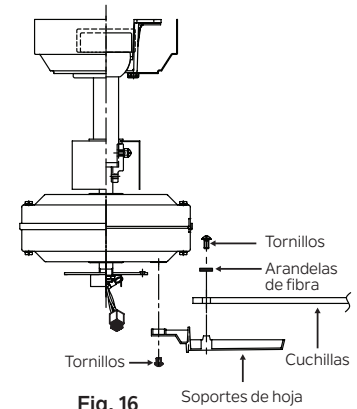

Fig. 16
**Paso 1.** Fije una cuchilla a un soporte de cuchilla utilizando los tornillos y las arandelas de fibra proporcionadas. (Fig. 16)
**Paso 2.** Fije cada conjunto de cuchillas al motor utilizando los tornillos de montaje "Preinstalados" en el soporte de la hoja. (Fig 16)